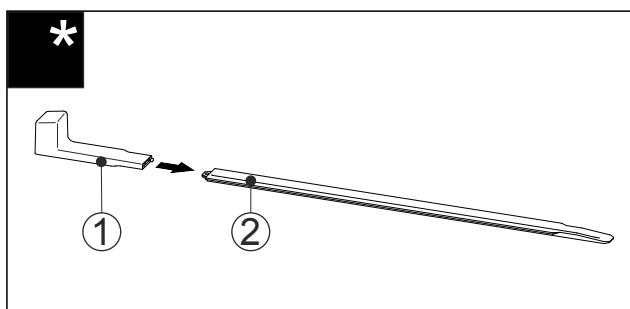

Fig. 56
- ▶ Uchwyt montażowy Fig. 56 (1) podłączyć do szyny niwelującej Fig. 56 (2).